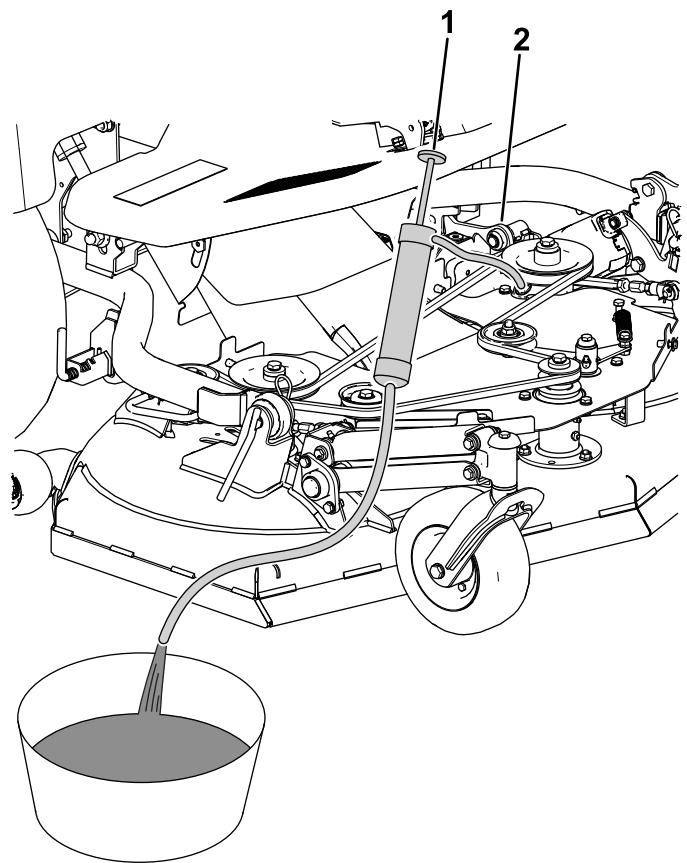

Figure 95
3. À l'aide d'un siphon, aspirez l'huile du boîtier d'engrenages (Figure 95).